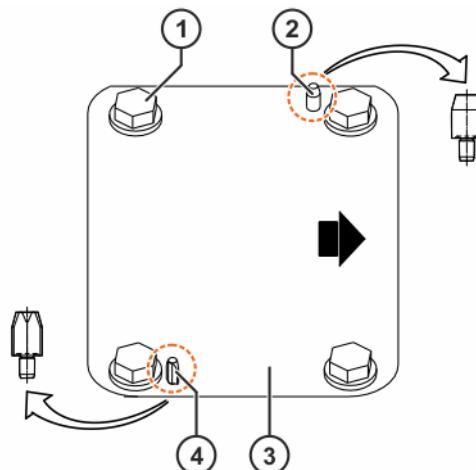

Abb. 8-11: Maschinengestellbefestigung einbauen
1. Auflagefläche des Roboters reinigen (>>> Abb. 8-11).